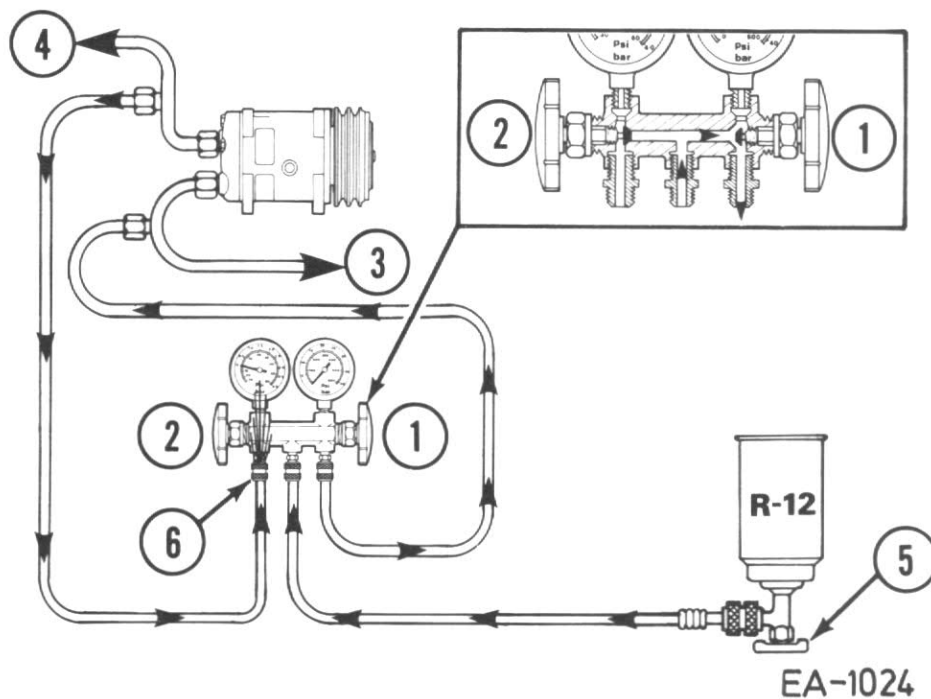

FIGURE 79
2 - Desserrez le flexible (6) Fig. 79, puis ouvrez la source de réfrigérant (5) et le robinet du circuit de refoulement (1) sur la rampe afin d'injecter dans le système 425 gr de réfrigérant qui va traverser tous les circuits et s'échapper par le raccord desserré.